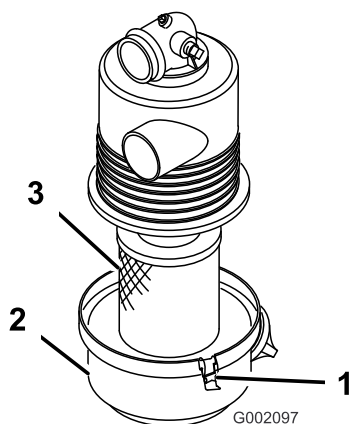

Figura 25
3. Rilasciate i fermi che fissano il coperchio del filtro dell'aria al relativo corpo. Staccate il coperchio dal corpo. Pulite la parte interna del coperchio (Figura 25).
4. Estraete con cautela il filtro dal corpo, in modo da ridurre lo spostamento di polvere (Figura 25), Evitate che il filtro colpisca il corpo del filtro dell'aria.